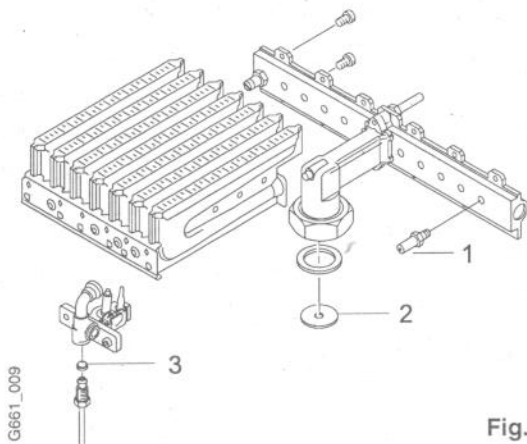

Fig. 5
2. Desmontar el quemador (Fig.5). Desenroscar los grupos izquierdo y derecho del quemador y cambiar las boquillas inyectoras (Fig. 5, pos. 1).
3. Cambiar la boquilla del quemador piloto (Fig.5, pos. 3).
5. Cambiar la arandela de estrangulación (Fig.5, item 2).